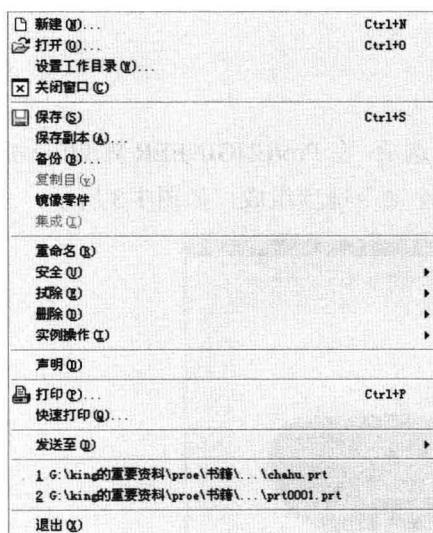

图 1-4
- “文件”下拉菜单：该下拉菜单主要由文件操作命令组成，文件的新建、文件的打开、文件的关闭和文件的保存等操作，用于管理设计文件，如图 1-4 所示。